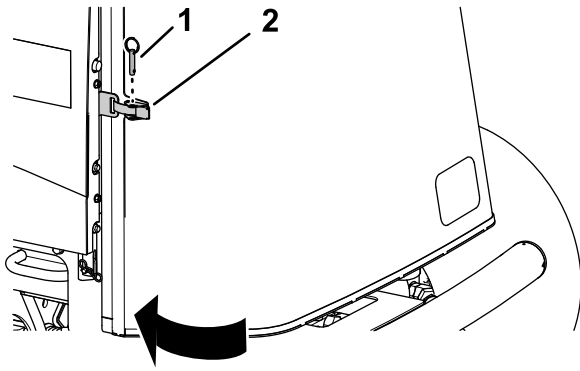

Figure 62
1. Fermez et verrouillez la protection (Figure 62).